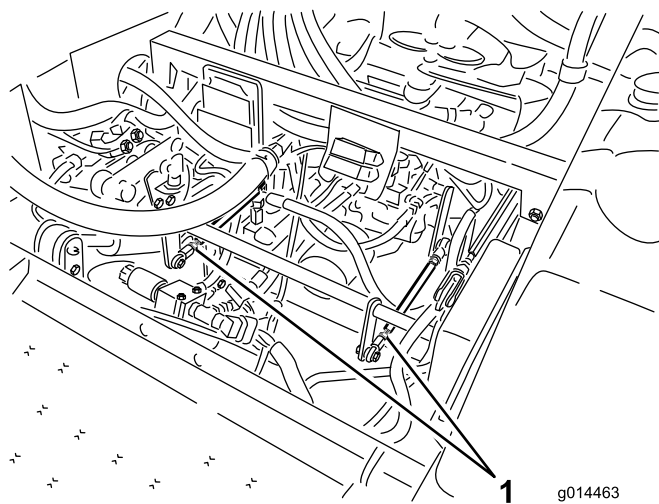

Figure 59
- Si la roue arrière gauche tourne, desserrez les écrous de blocage sur la tige de commande de transmission gauche (Figure 59).